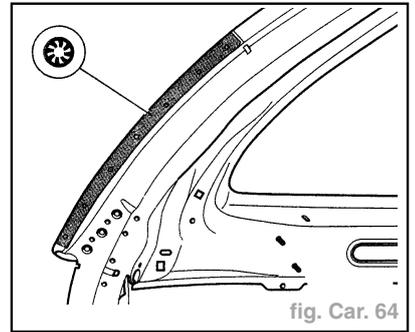

fig. Car. 64
- Souder la zone de liaison avec le canal d'écoulement d'eau du hayon, soudure en bouchon SG (fig. Car. 64).